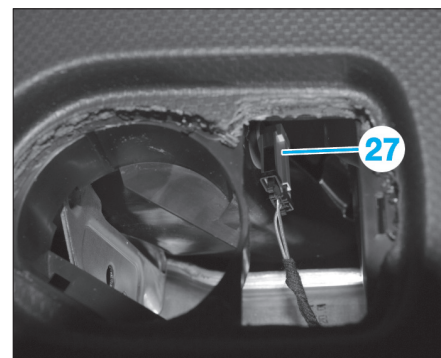

Fig. 50
- Débrancher le connecteur (27) du transmetteur de température d'air du diffuseur gauche. Faire de même du côté droit (Fig.50).